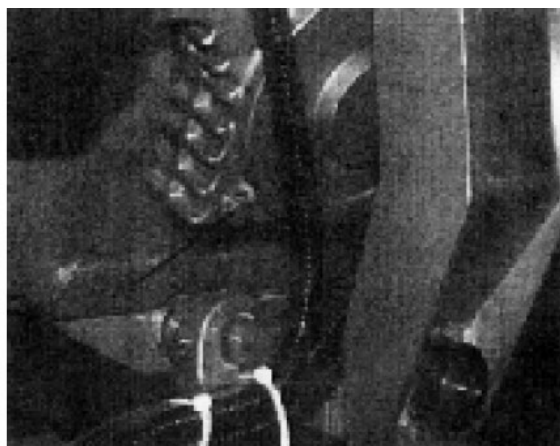

Рис. 24
4. Ослабить винт (А) и слить масло из редуктора (рис. 24).
5. Затянуть винт (А) (рис. 24) и установить пыльную раму в нижнее положение.
Периодически смазывать шарнирные подшипники водоотталкивающим смазочным маслом посредством двух масленок Зерка (С) (рис. 24).